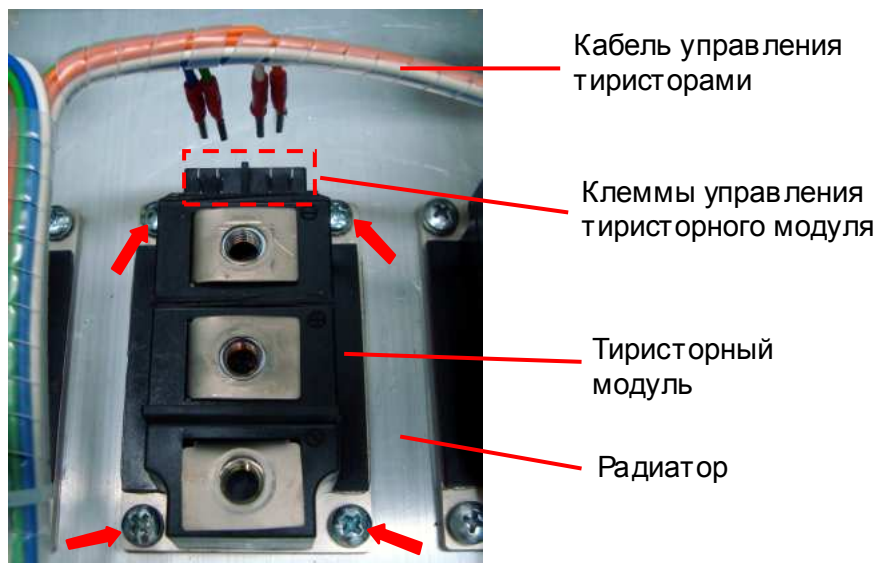

Рис. 6.21
6.12.7. Отсоединить провода кабеля управления тиристорами от клемм тиристорного модуля (рис. 6.21).
6.12.8. Выкрутить четыре винта крепления тиристорного модуля к радиатору (рис. 6.21, красные стрелки). Положить тиристорный модуль и винты в тару.